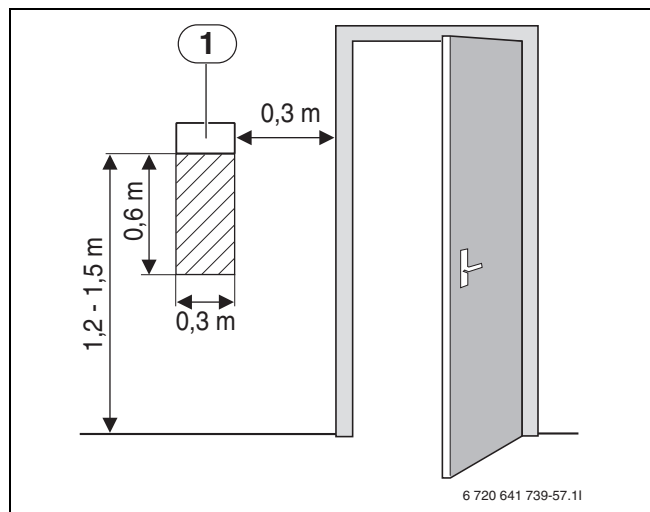

Bild 10 Rekommenderad monteringsplats för rumsgivare
- ▶ Obehindrad cirkulation av rumsluften under rumsgivaren (streckad yta ska hållas fri (→ bild 10))